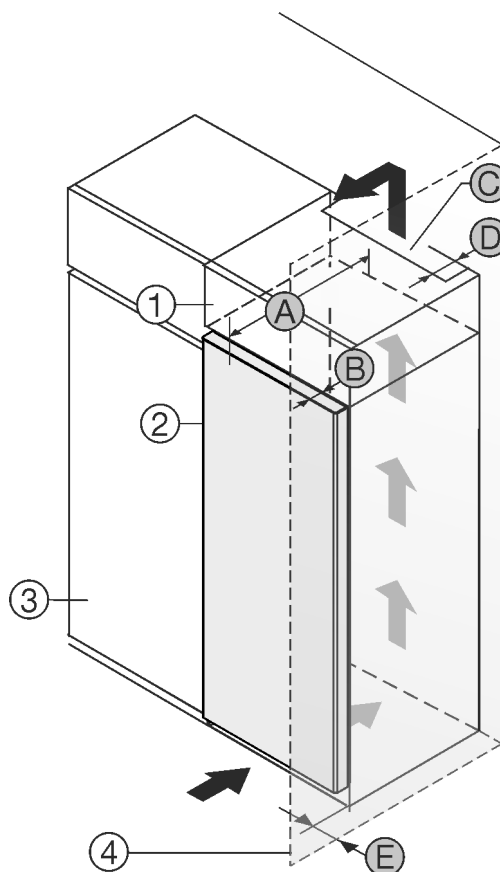

Fig. 1
- (1) Шкаф-пристройка *
- (2) Уред *
- (3) Кухненски шкаф *
- (4) Стена *
- (A) Дълбочина на уреда *
- (B) Дълбочина на вратата *
- (C) Вентилационно напречно сечение *
- (D) Разстояние до гърба на уреда *
- (E) Разстояние до страната на уреда *
Можете да поставите уреда непосредствено до кухненския шкаф Fig. 1 (3)*.
От задната страна на шкафа-пристройка трябва да има вентилационен отвор с дълбочина Fig. 1 (D) по цялата ширина на шкафа-пристройка*.
Под тавана на помещението трябва да е спазено сечението за вентилация Fig. 1 (C).*
Когато уредът се поставя с пантите до стена Fig. 1 (4), разстоянието между уреда и стената трябва да е поне 13 mm.*
За да можете да отворите вратата изцяло, уредът трябва да е издаден с дълбочината на вратата Fig. 1 (B) спрямо челото на кухненския шкаф. В зависимост от дълбочината на кухненските шкафове Fig. 1 (3) и използването на детайли за отстояние от стената, уредът може да излезе още по-напред.*